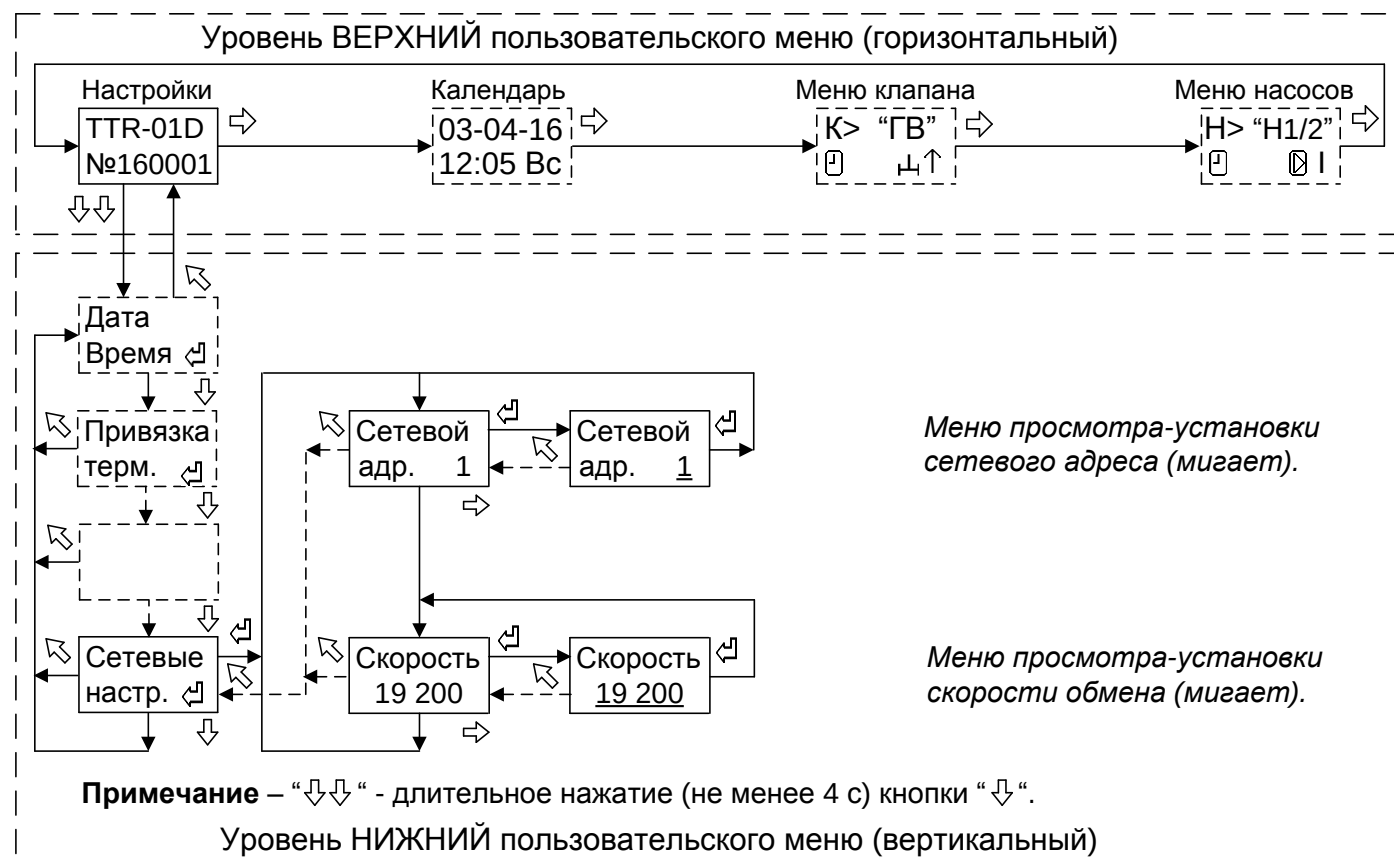

Рисунок 12 – Структура меню настройки сетевых параметров
7.7.1 При подготовке TTR к работе в сети интерфейса RS485 следует проверить и при необходимости установить сетевые настройки – адрес в сети и скорость обмена. Для этого необходимо войти в меню «Сетевые настр.» (см. рисунок 12).